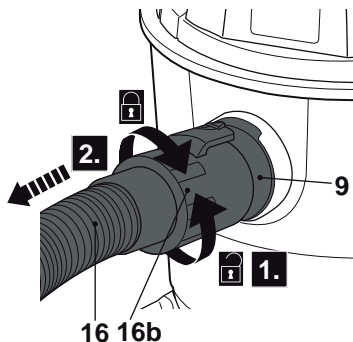

Fig. 13
- > Gire el conector del tubo (16b) en sentido contrario a las agujas del reloj y tire de él para extraerlo de la entrada de aire (9) y desconectarlo del tubo (16) cuando haya terminado (Fig. 13).